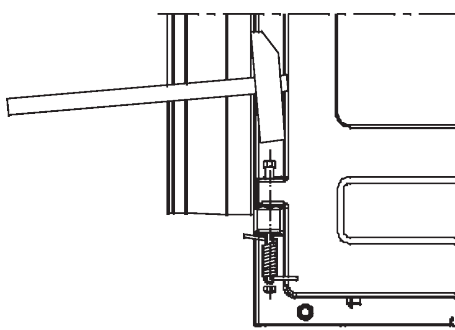

Figura 1
- Feche a porta, remova o pedestal frontal, remova o pino da dobradiça inferior, insira o parafuso de modo a que fique cerca de 15mm da dobradiça. Coloque a mola no parafuso e puxe até encaixar na borda da porta. Enquanto segura a mola na posição, pressione o parafuso e fixe-o com a porca (ver Figura 1).